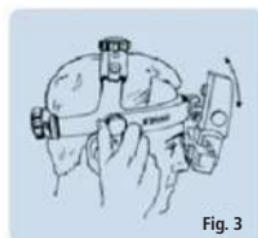

Fig. 3
Para o alinhamento vertical das oculares e do bloco binocular (O), ajuste a altura da barra de testa exterior metálica (C), se necessário, utilizando o botão de tensão da fita de testa (D) e/ou o botão do ângulo do oftalmoscópio (E), localizado nos lados do conjunto de cabeça (Fig. 3).